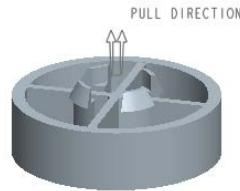

图 18.3 参考件组装完成后
Step4. 在“布局”对话框的 **布局** 区域中单击 **单一** 单选项, 在“布局”对话框中单击 **预览** 按钮, 单击 **确定** 按钮; 单击 **Done/Return (完成/返回)** 命令, 结果如图 18.3 所示。